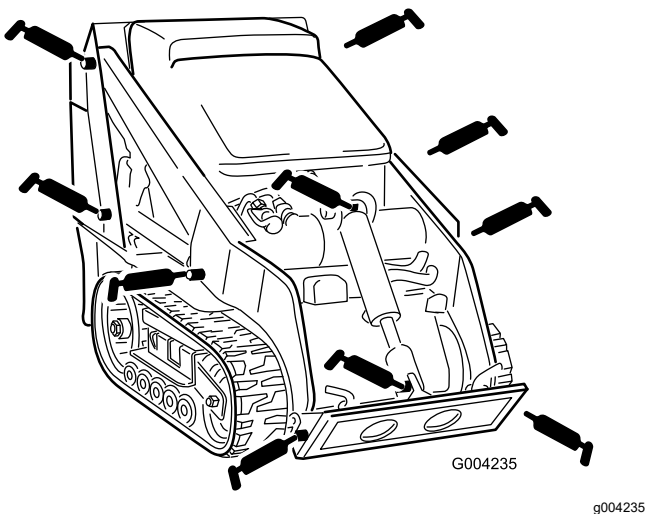
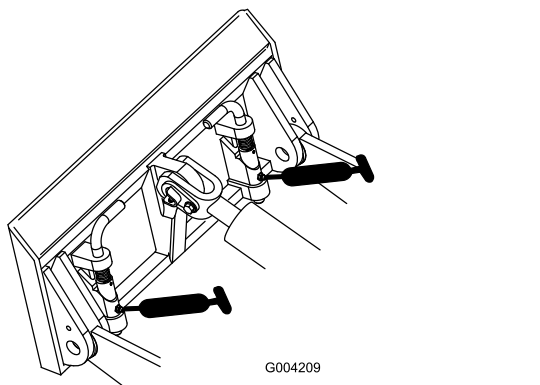

Figura 28
Figura 29
4. Conectai un pistol de lubrifiere la fiecare fitting (Figura 28 și Figura 29).